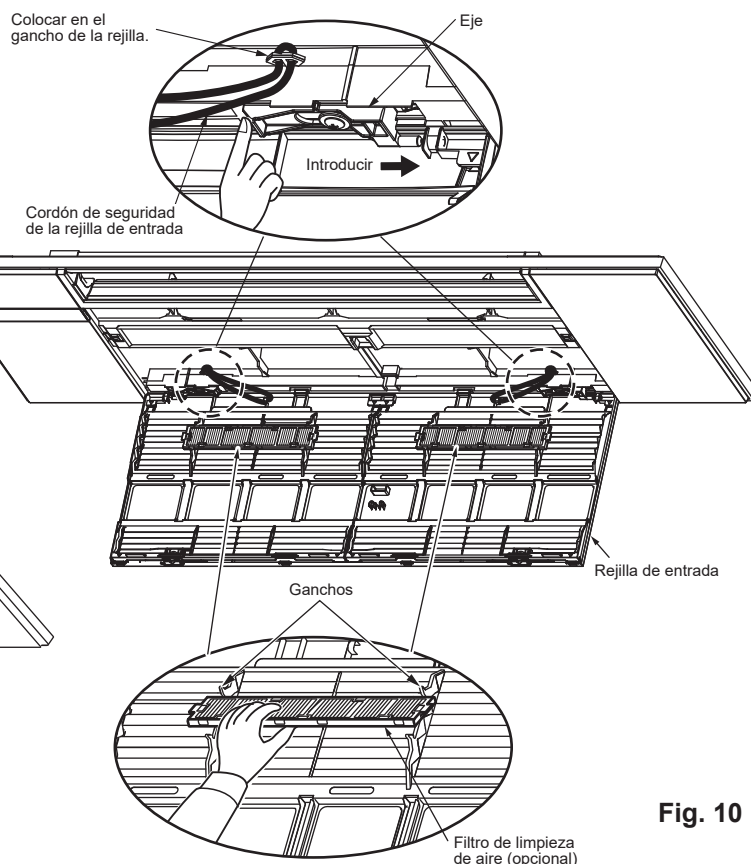

Fig. 10
12. Coloque los filtros de limpieza de aire (opcionales) en los ganchos de la rejilla de entrada. (Fig. 10)